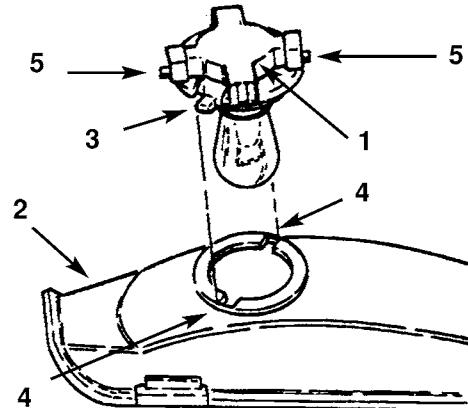

Bild 18
3. Die Birnenfassung um $1/4$ Umdrehung im Gegenuhrzeigersinn drehen und aus dem Reflektor entfernen (Bild 18).
2. Die Birnenfassung hat zwei Nasen (Bild 18). Diese mit den Auskerbungen im Reflektor abstimmen, die Birnenfassung in den Reflektor einführen und $1/4$ Umdrehung im Uhrzeigersinn bis zum Anschlag drehen.